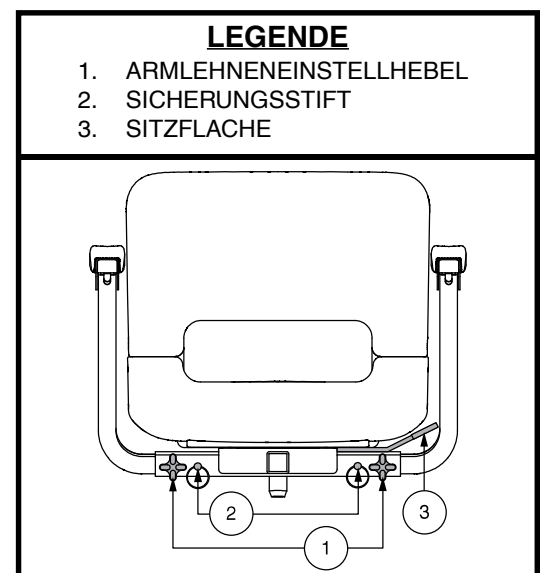

Abb. 21. Sitzeinstellungen – Stil A
1. Lösen Sie die Armlehneinstellhebel. **Siehe Abb. 21.**
1. Ein Verriegeln des Sitzes in einer von vier Positionen ist mit dem Sitzarretierungshebel möglich. **Siehe Abb. 21 oder 22.**